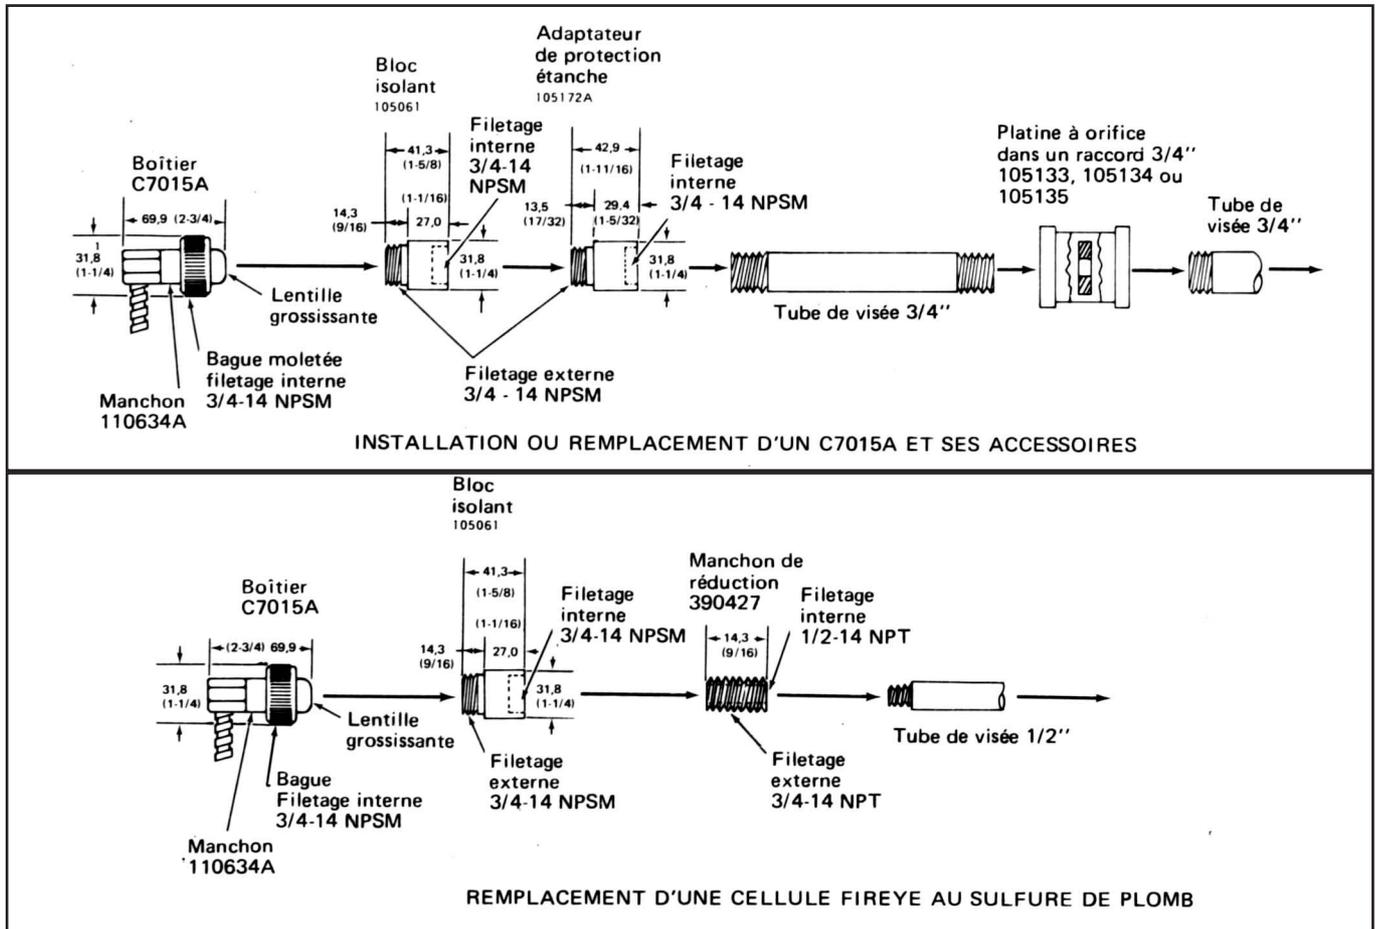

Fig. 1 Dimensions de montage d'une cellule C7015A et ses accessoires en millimètres (Inches entre parenthèses)
- Boîtier C7015A : une bague moletée avec un filetage interne 3/4-14 NPSM pour un montage sur tube standard 3/4" (Voir Fig.1)
**DIMENSIONS :** Voir Fig.1.
disponibles pour le détecteur de flamme à infrarouges (à sulfure de plomb) C7015A. N'importe laquelle de ces platines peut être montée en avant de la cellule dans un adaptateur de protection ou dans un raccord standard 3/4 de pouce (Voir Fig. 1).